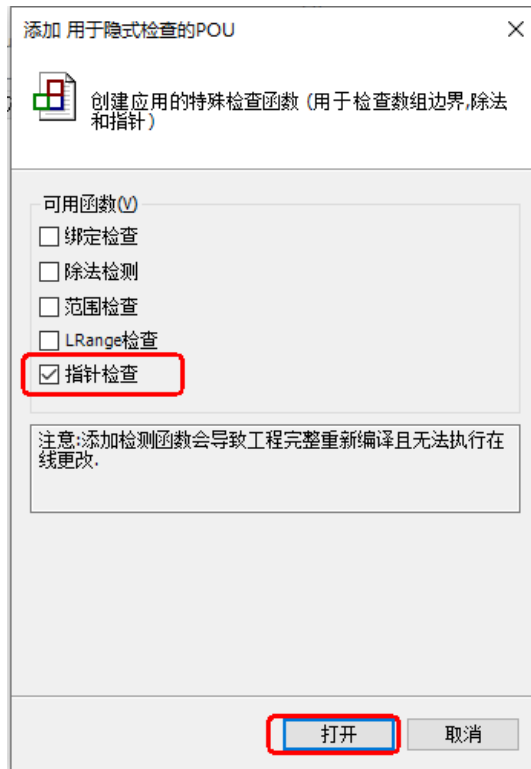

图 14.12 勾选“指针检查”
- 2) 在弹出界面勾选“指针检查”，点击“打开”，如图 14.12 所示；